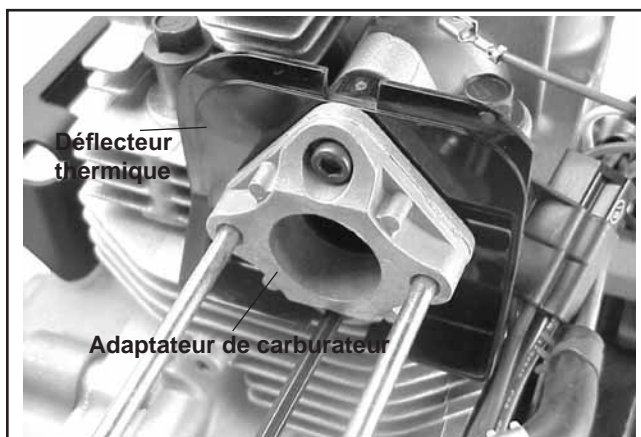

Figure 11-38. Installation de l'adaptateur du carburateur et du déflecteur thermique.
1. Installer le déflecteur thermique, l'adaptateur de carburateur et les joints à l'orifice d'admission de culasse avec deux vis à tête à six pans creux. Serrer les vis au couple de 9,9 Nm (88 in. lb.). Voir la figure 11-38.